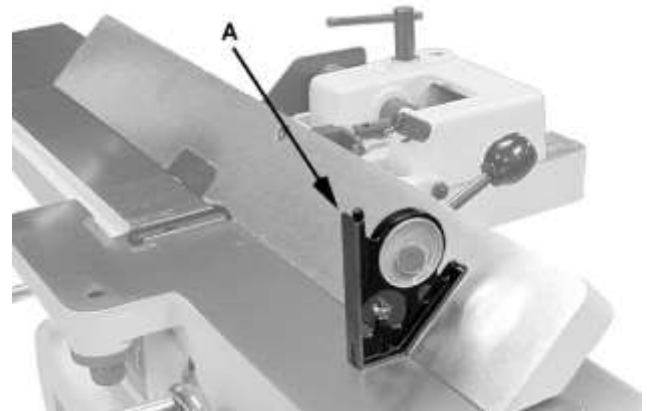

Рис. 27
1. Ослабьте фиксатор (A). Отодвиньте стопорную пластину (D) в сторону и установите упор под углом 135°. Убедитесь, что упор плотно прилегает к стопорному болту. (E).
2. Затяните фиксатор (A).
3. Установите прибор для измерения угла наклона на столе напротив упора, чтобы подтвердить установку на 135° (A. рис. 27).
4. Для регулировки ослабьте контргайку (F), поверните стопорный болт (E) до получения угла 135°.
5. Затяните контргайку (F).